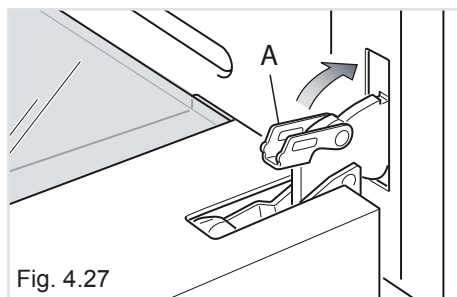

Fig. 4.27
- Aprire completamente la porta del forno e richiudere la leva "A" delle cerniere destra e sinistra (fig. 4.27).